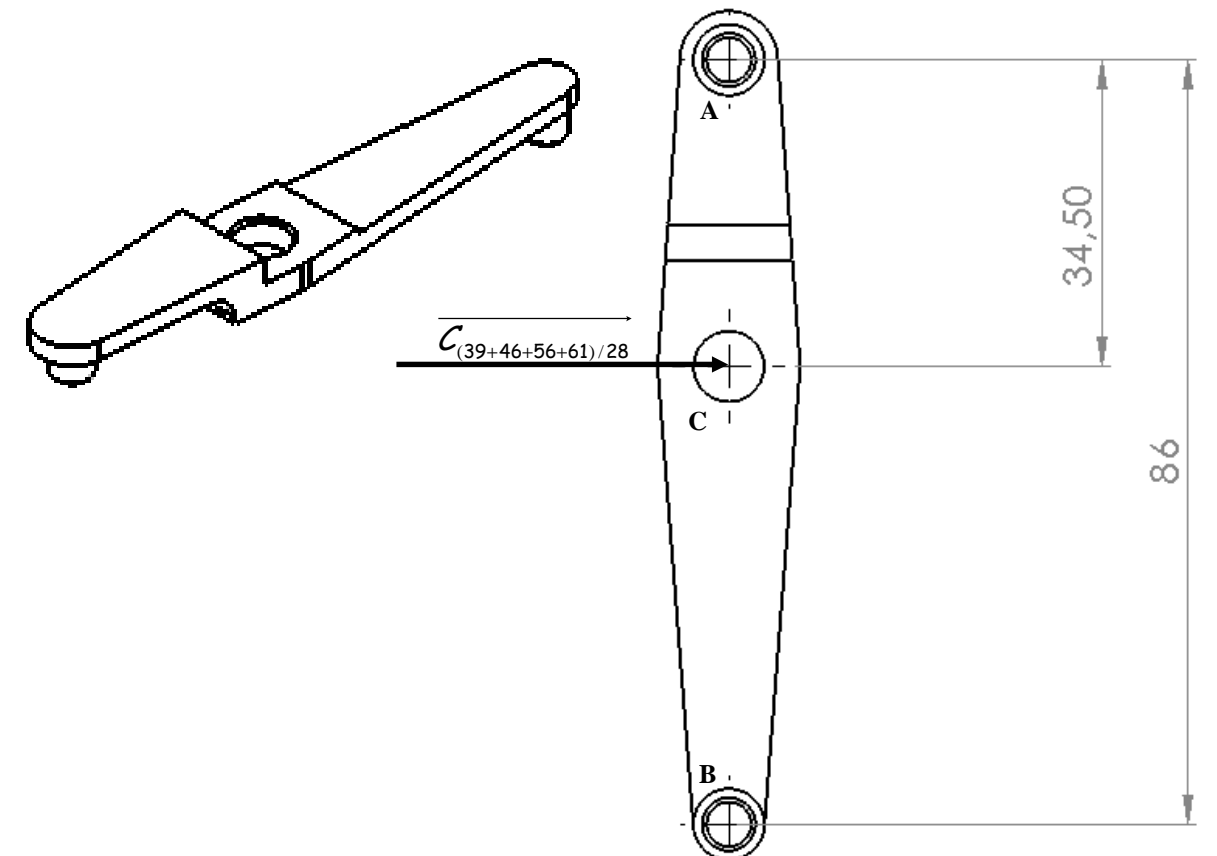

Figure 1
4.19.2 Sur le schéma figure 1 ci-contre, finir de mettre en place les vecteurs modélisant les forces appliquées à la pièce isolée 28 pour passer de la position débloquée à la position bloquée.